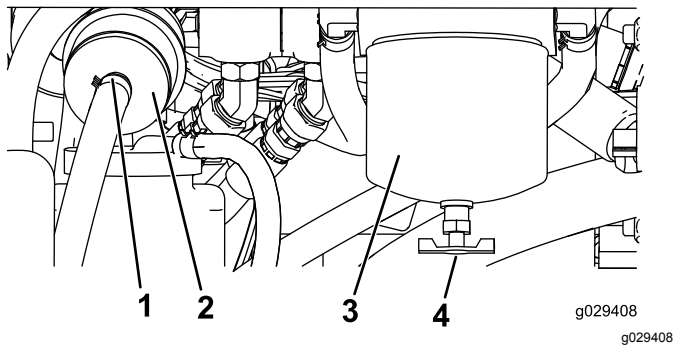

Figure 49
4. Localisez le filtre à carburant situé à l'arrière du moteur (Figure 49) et placez un récipient propre dessous.
4. Localisez les filtres à carburant situés sur le côté droit du moteur (Figure 49) et placez un récipient dessous.
5. Nettoyez la surface autour des supports de la cartouche du filtre (Figure 49).
6. Déposez la cartouche et nettoyez la surface de montage (Figure 49).
9. Installez la cartouche à la main jusqu'à ce que le joint rejoigne la surface de montage. Serrez ensuite la cartouche d'un demi tour supplémentaire (Figure 49).
10. Localisez le filtre en ligne à gauche de la cartouche du filtre à carburant (Figure 49) et notez le sens de la flèche sur le côté du filtre en ligne.
11. Ouvrez les colliers à chaque extrémité du filtre en ligne et débranchez les flexibles (Figure 49). Mettez le filtre au rebut.
12. Branchez les flexibles au bout d'un filtre neuf (Figure 49) en veillant à orienter la flèche qui se trouve sur le filtre vers le moteur ou la pompe d'alimentation électrique.